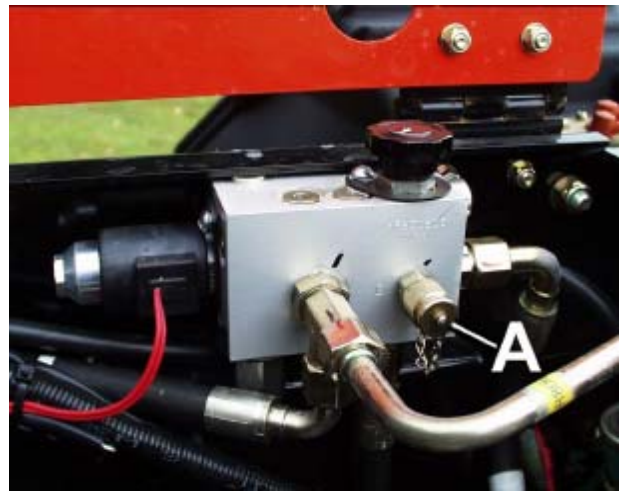

Fig.7
PUERTOS DE PRUEBA (Fig. 7, 8, 9)
1. Presión de la transmisión de la cubierta: 207 bar (A, Fig. 7).